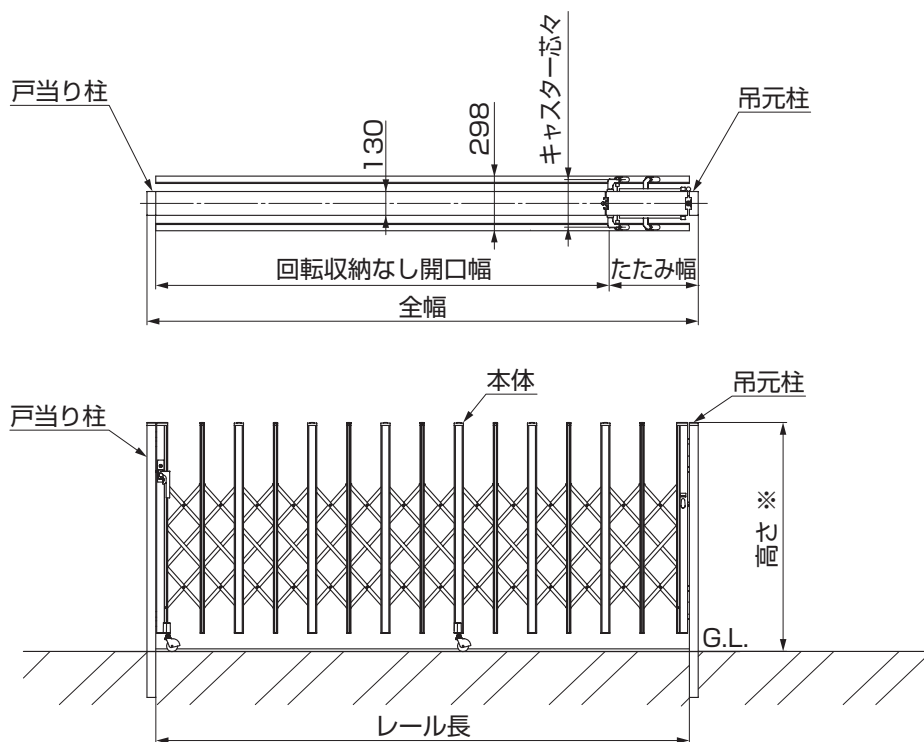
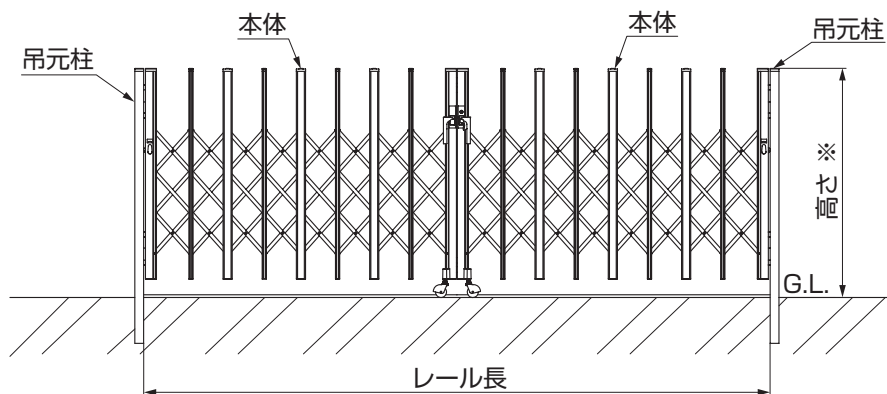
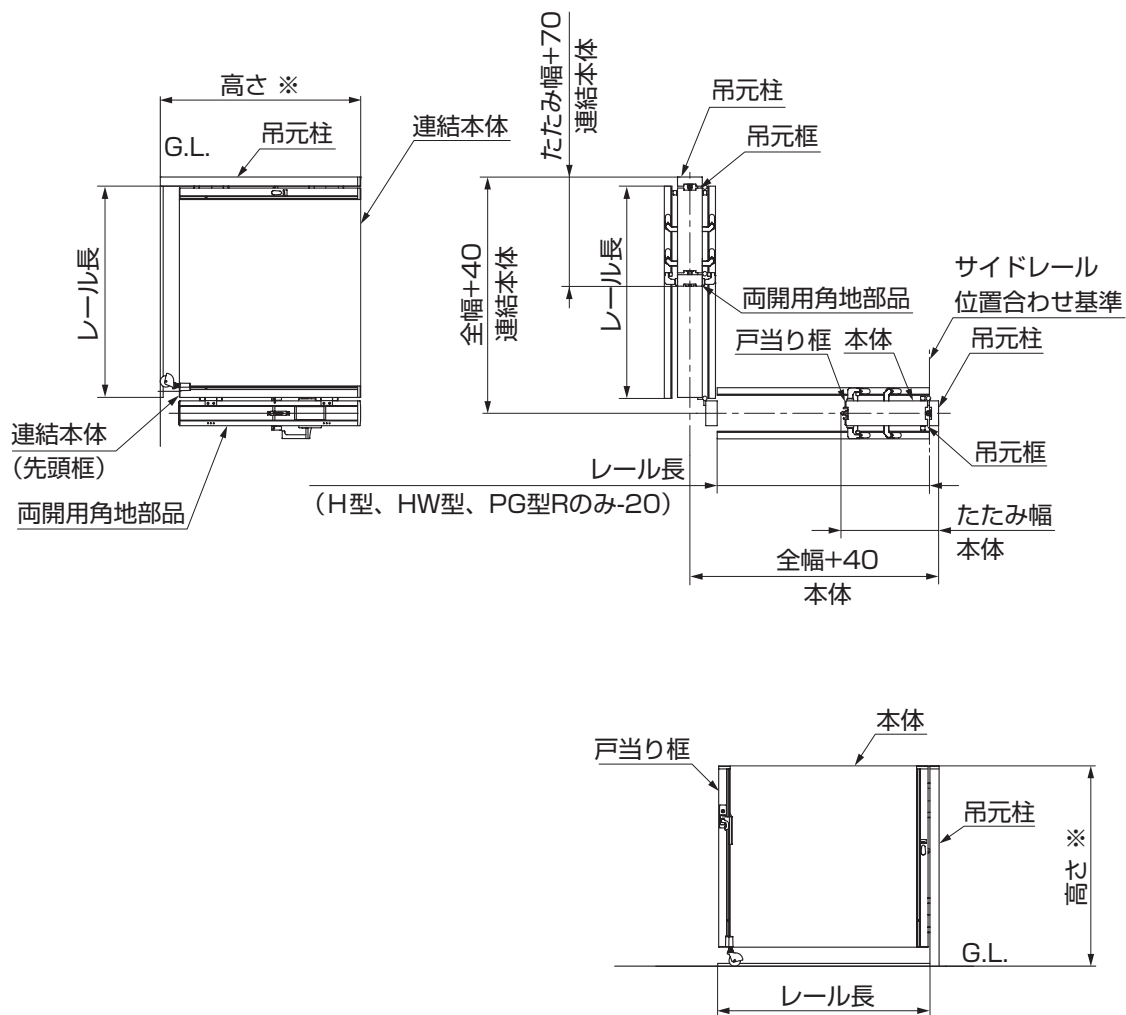

図10-3
図10-4
図10-5
- H型、HW型、PG型Rの場合は本体側のサイドレールを20mm短く設定してください。(図10-5参照)
- 吊元柱を基準にサイドレールの設置をしてください。(図10-5参照)
①表10-1を参照して、本体中心とレール中心を合わせてください。
②図10-3、図10-4、図10-5を参考にし、レールを施工してください。